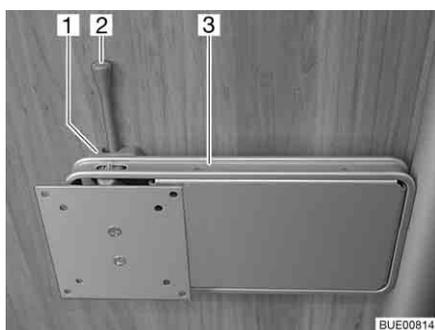

Fig. 46 Fijación en la columna
- Empujar la palanca de desbloqueo (Fig. 46,2) hacia el lado y girar el soporte (Fig. 46,3) junto con la pantalla plana a la posición deseada.
- Girar la pantalla plana hacia la posición inicial hasta que el soporte (Fig. 46,3) engatille en el bloqueo (Fig. 46,1).